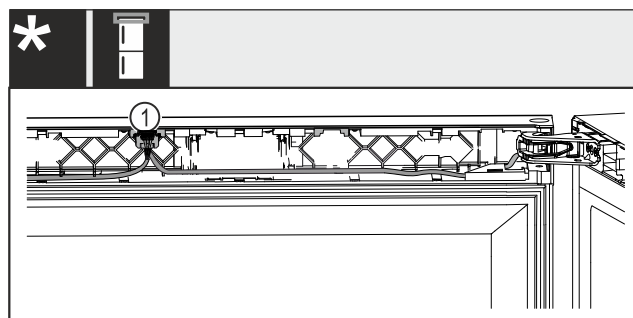

Fig. 64 Combinazioni vino-congelatore*
- ▶ Innestare la spina Fig. 64 (1) nella guida.*